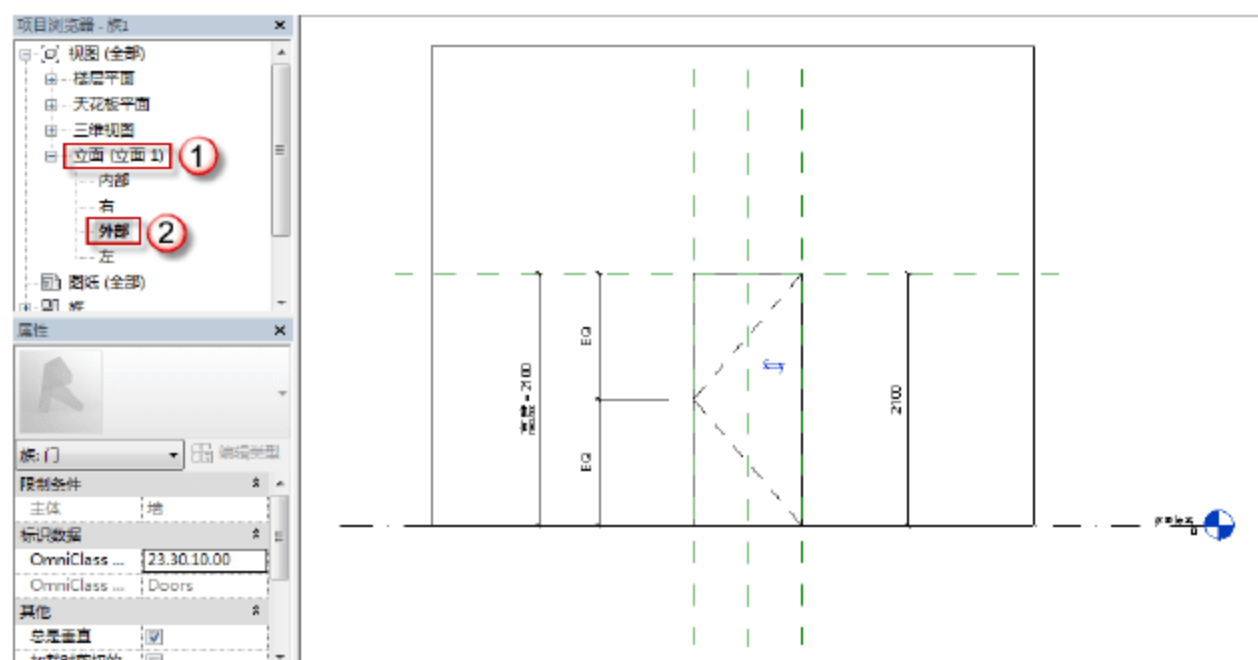

图 6.1.7 M0921 的外部立面视图
(6) 选择“项目浏览器”中的“立面（立面 1）”→“外部”选项，可以进入 M0921 的外部立面视图，如图 6.1.7 所示。